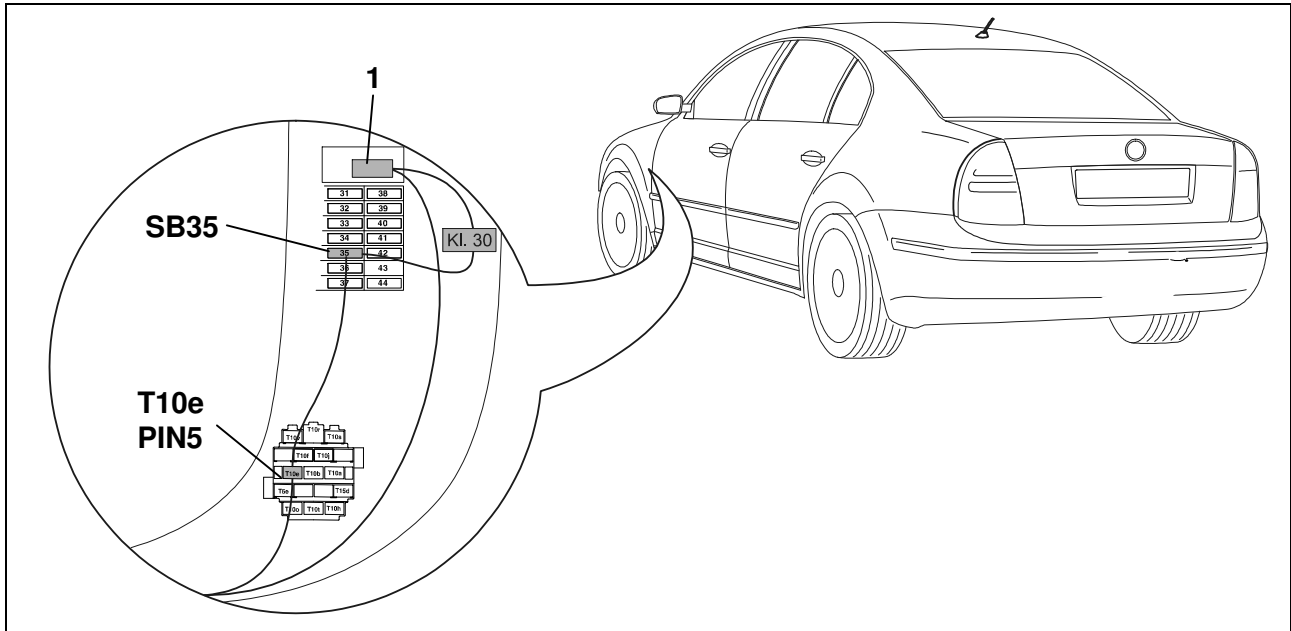

Fig. 2 : Schema di montaggio
15. Collegare il cavo rosso corto (corrente continua) alla boccia T10e al Pin 5 (fig. 2).
18. Collegare il secondo terminale al blocchetto fusibile SB 35 (fig. 2).
19. Con i due cavi singoli rossi creare il collegamento dalla bussola T10e, Pin 5 al blocchetto fusibile SB 35 (fig. 2). Inserire un fusibile 30A nella posizione 35.
20. Fissare l'asola al collegamento 30a (fig. 2).